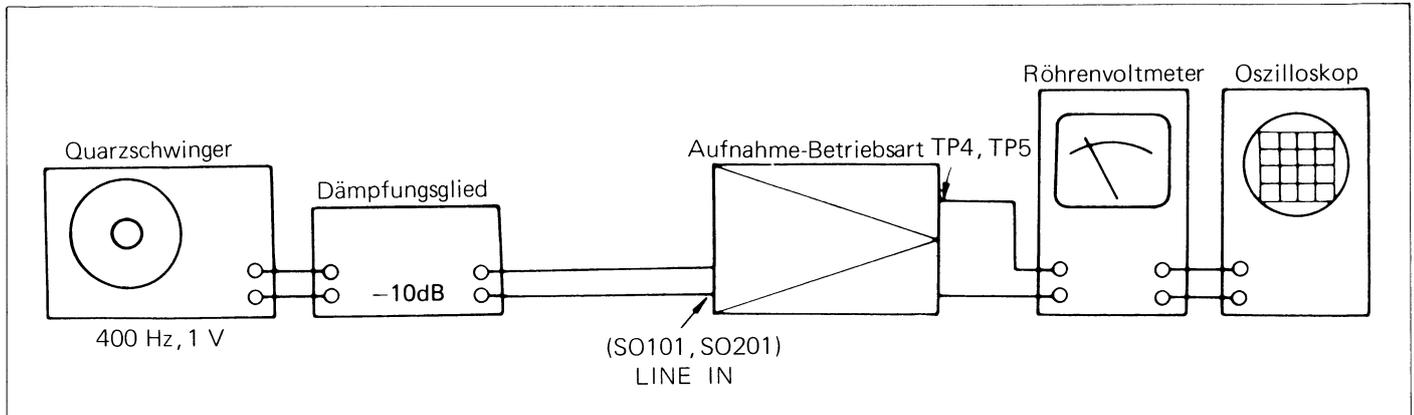

Abbildung 11–1
■ EINSTELLEN DES AUFNAHMEVERSTÄRKER-VORMAGNETISIERUNGSTROMS/ DER VORMAGNETISIERUNGSSCHWINGUNGSFREQUENZ (Siehe Abbildung 11–2.)